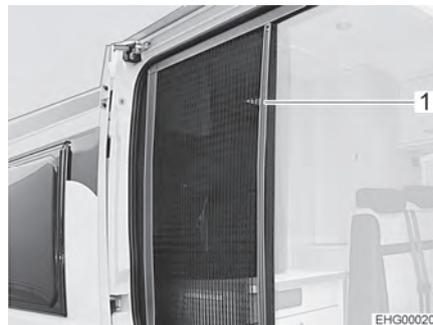

Bild 17 Insektenschutz
- Insektenschutz an der Leiste (Bild 17,1) ganz herausziehen.
- Insektenschutz an der Leiste (Bild 17,1) in Ausgangsstellung zurückschieben.